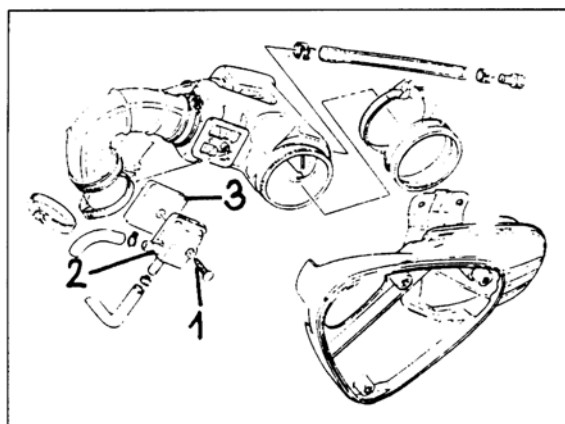

Bild 35
- Zwei Befestigungsschrauben des Luftfiltergehäuses ③ ausdrehen.
- Schlauchband des Verbindungsschlauchs ④ zwischen Luftfiltergehäuse und -hilfskammer lösen.
- Befestigungsschraube des Hilfsluftfilters ① Bild 35 ausdrehen, Deckel ② und Einsatz ③ abnehmen.